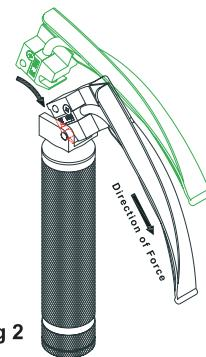

Fig 2
1. Innestare la lama allineando la scanalatura della lama sul perno del gancio del manico e applicare una forza sufficiente di 10N-45N per agganciarla come mostrato in Fig. 2.
Occorrerà sempre provare le lame del laringoscopio e il manico dopo la pulizia / disinfezione / sterilizzazione e prima dell'uso. Per effettuare la prova, collegare la lama del laringoscopio al manico e tirarla finché raggiunge la posizione ON come in Fig. 2. Se l'unità non si accende o in presenza di sfarfallio, controllare la lampada / le batterie e i contatti elettrici. Assicurarsi di disporre di un'adeguata fornitura di lampade, batterie di ricambio e parti di ricambio subito disponibili. Se il problema persiste, si prega di contattare il fornitore.
1. Engage the blade by aligning the slot of the blade on to the hook pin of the handle and apply a sufficient force 10N-45N to make engagement as show in Fig 2.